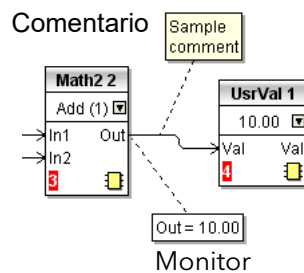

Figura 99 Comentarios y el aspecto del monitor
Para vincular un comentario a un bloque funcional o una conexión, pulse en el icono de la cadena en la esquina inferior derecha del cuadro del comentario y haga clic en el bloque o la conexión que desee. Se trazarán una línea de puntos hasta la parte superior del bloque o segmento de conexión seleccionado (Figura 99).
**Nota:** El icono de la cadena desaparece después de vincular el comentario. Vuelve a aparecer cuando se pasa el cursor del ratón sobre la esquina inferior derecha del cuadro del comentario, consulte Figura 99.